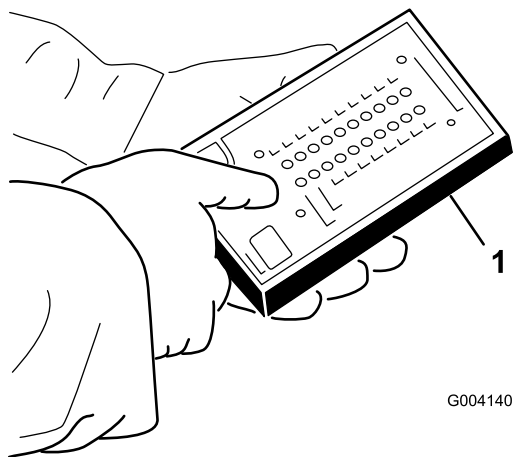

Рисунок 19
4. Подсоедините разъем диагностического прибора к диагностическому разъему (Рисунок 19).